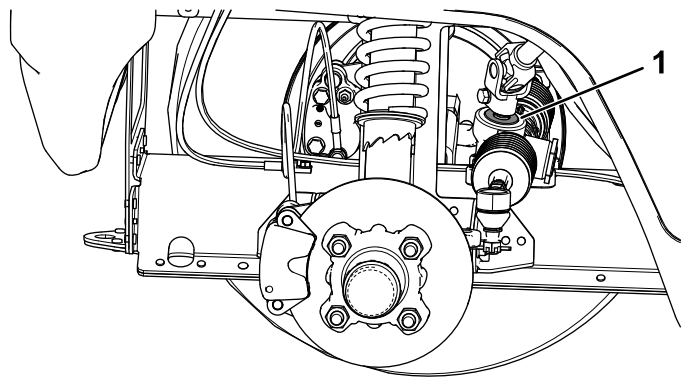

Figura 54
**Importante:** Inspeccione la condición y la integridad del retén del eje del piñón (Figura 54).